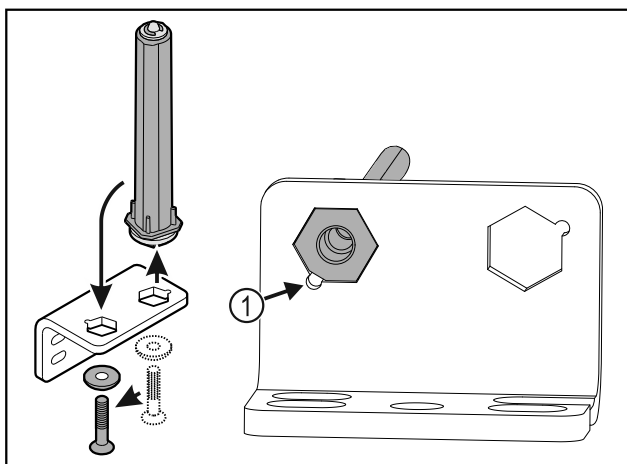

Fig. 36
- ▶ Ügyeljen arra, hogy felhelyezéskor a csapszeg élettörése Fig. 36 (1) a kerek furat felé mutasson.